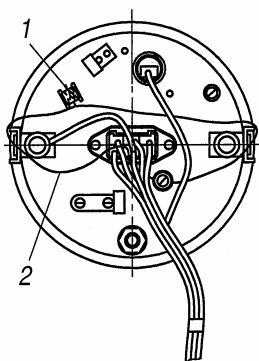
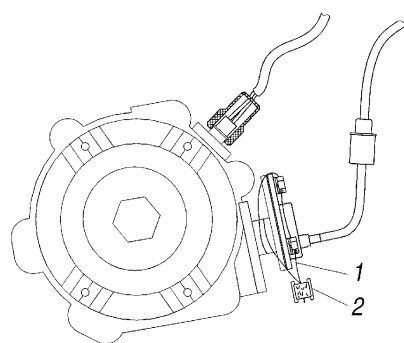
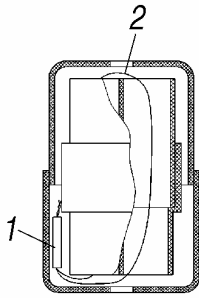
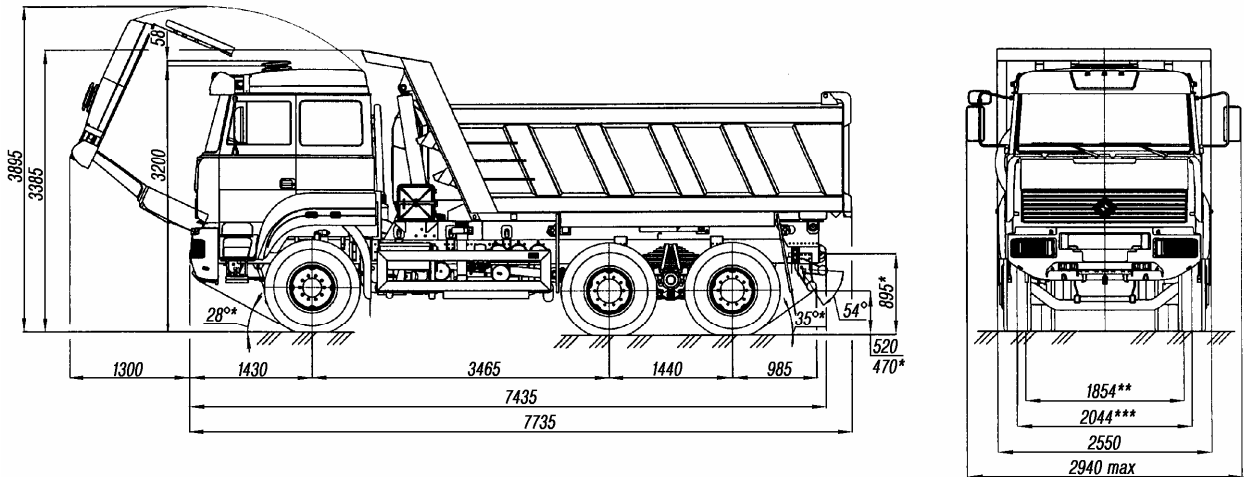

Рис. 1. Пломбировка спидометра:
Рис. 2. Пломбировка датчика спидометра:
Рис. 3. Пломбировка соединительной колодки питания спидометра:
Рис. 4. Габаритные размеры автомобиля
«Автомобиль-самосвал Урал-63685 (рис. 1) с колесной формулой 6x4, с задней разгрузкой, с дизельным двигателем ЯМЗ-7601.10 предназначен для перевозки сыпучих строительных и промышленных грузов по дорогам I-V категорий с соответствующим снижением периодичности технического обслуживания и ресурса по ГОСТ 2124.»
20. Снятие пломбы 1 (рис. 1) со спидометра, пломбы 2 с датчика спидометра (рис. 2) и пломбы 1 (рис. 3) с соединительной колодки питания спидометра в гарантийный период, без разрешения завода-изготовителя, лишает потребителя права на предъявление претензий».
На стр. 12 РЭ, рис. 3 «Габаритные размеры автомобиля» меняется на новый рис. 4.